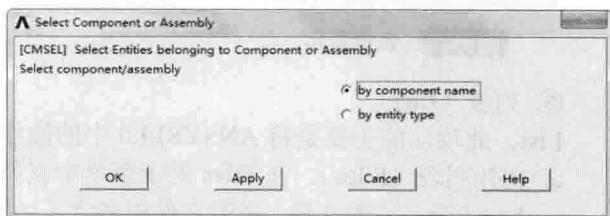

图 1-13 选择部件或构件的方式设置
- Select Comp/Assembly——定义选择部件或构件的方式。单击之后弹出对话框如图 1-13 所示。